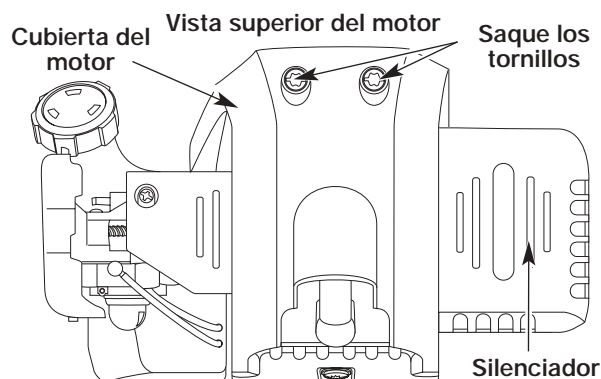

Fig. 68
2. Quite los dos (2) Tornillos de encima de la tapa del motor con un destornillador de pala o Torx #25 (Fig. 68).
6. Saque la cubierta del motor (Fig. 68).